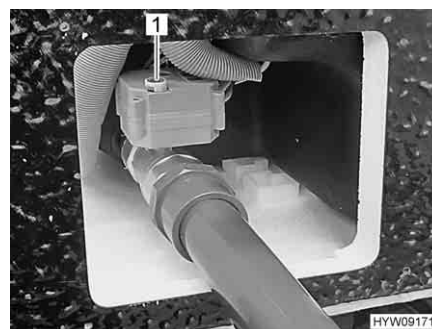

Fig. 176 Manovella (rubinetto di scolo delle acque grigie)
- Per aprire il rubinetto di scolo delle acque grigie sollevare la manovella (Fig. 176,1) e ruotarla in senso antiorario fino a battuta. La direzione di rotazione (O per apertura, S per chiusura) è indicata sulla manovella.
- Per chiudere il rubinetto di scolo delle acque grigie sollevare la manovella (Fig. 176,1) e ruotarla in senso orario fino a battuta.